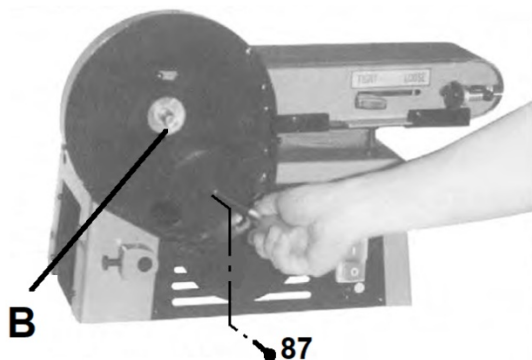

Figure 6-2: Fixation sur le corps.
Installez le protecteur (A, Fig. 6-2) sur l'axe de la bande (B).
Utiliser la vis (87, Fig. 6-2) pour fixer le protecteur en sa partie inférieure.